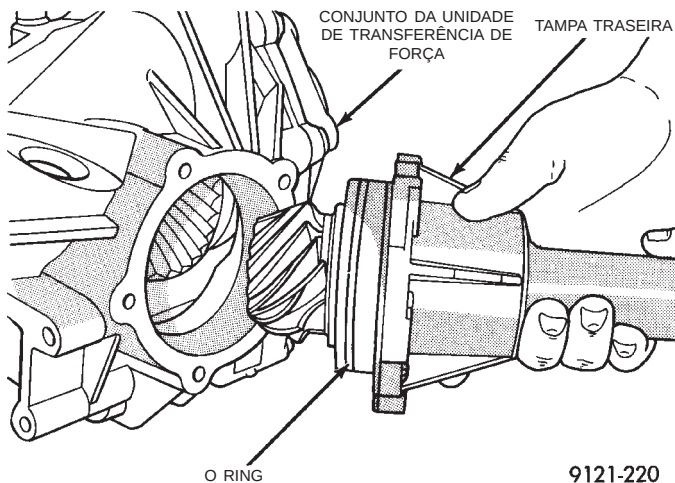

Fig. 24 Remoção da Tampa Traseira
(4) Empurre a tampa traseira para fora da caixa do P. T. U. (Fig. 24).